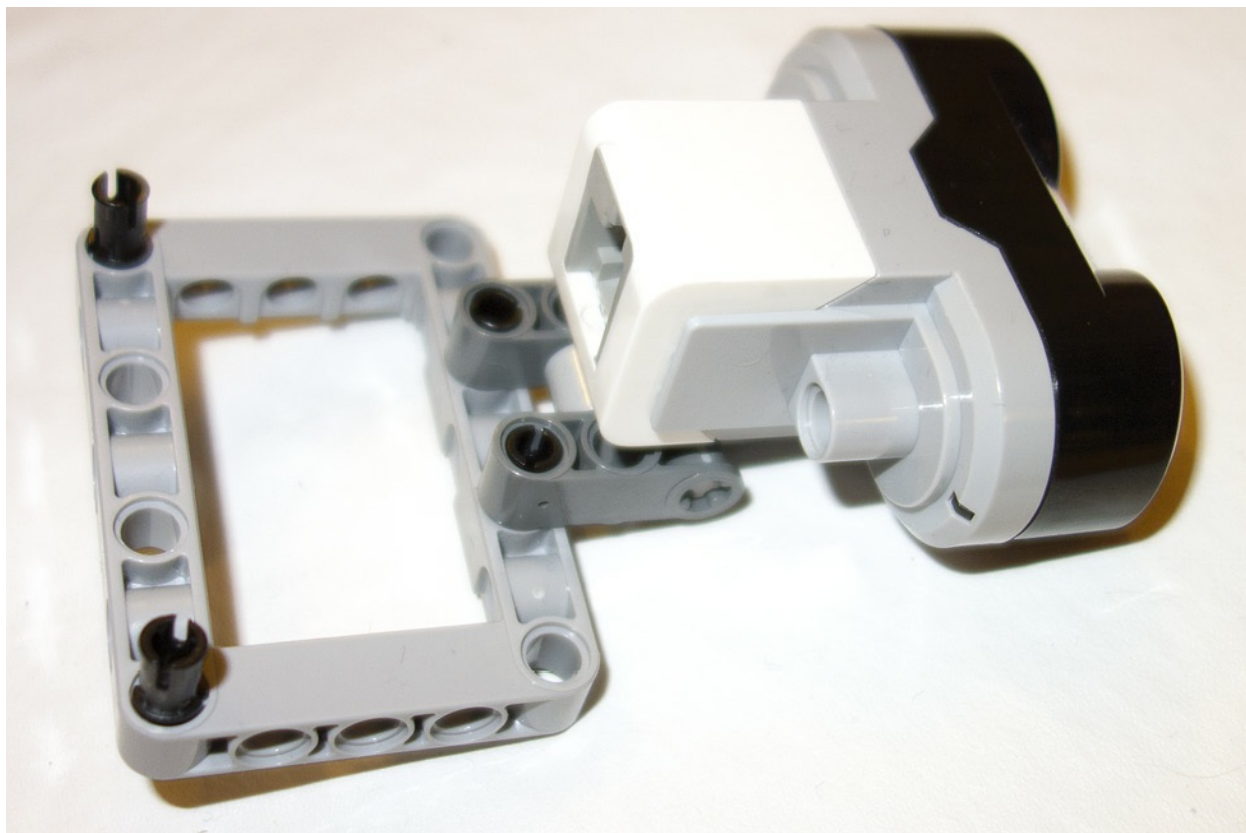

图11.36 超声波传感器装配
2. 使用两个黑销将交叉块插入梁框的一侧，然后将两个黑销插入梁框的另一侧（如图11.36所示）。